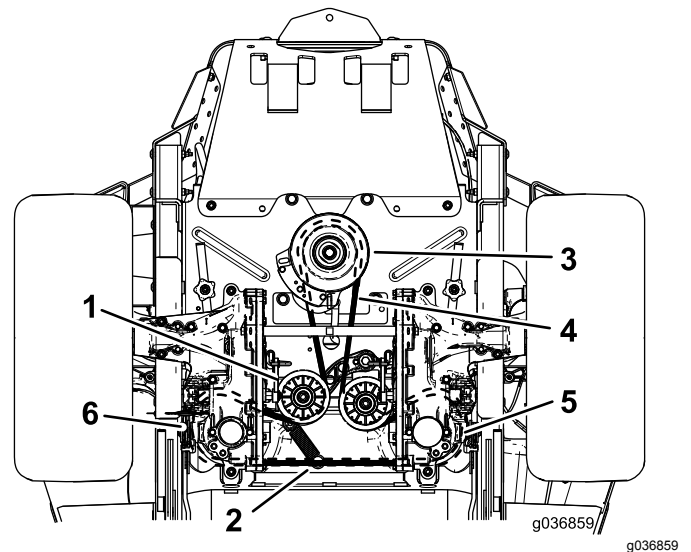

Bild 67
4. Heben Sie die Maschine an und stützen Sie sie mit Stützböcken ab (**Bild 67**).
6. Entfernen Sie die Spannscheibenfeder von der Strebe (**Bild 67**).
8. Verlegen Sie den neuen Riemen um die Motorriemenscheibe und um die zwei Riemenscheiben der Hydraulikpumpe (**Bild 67**).